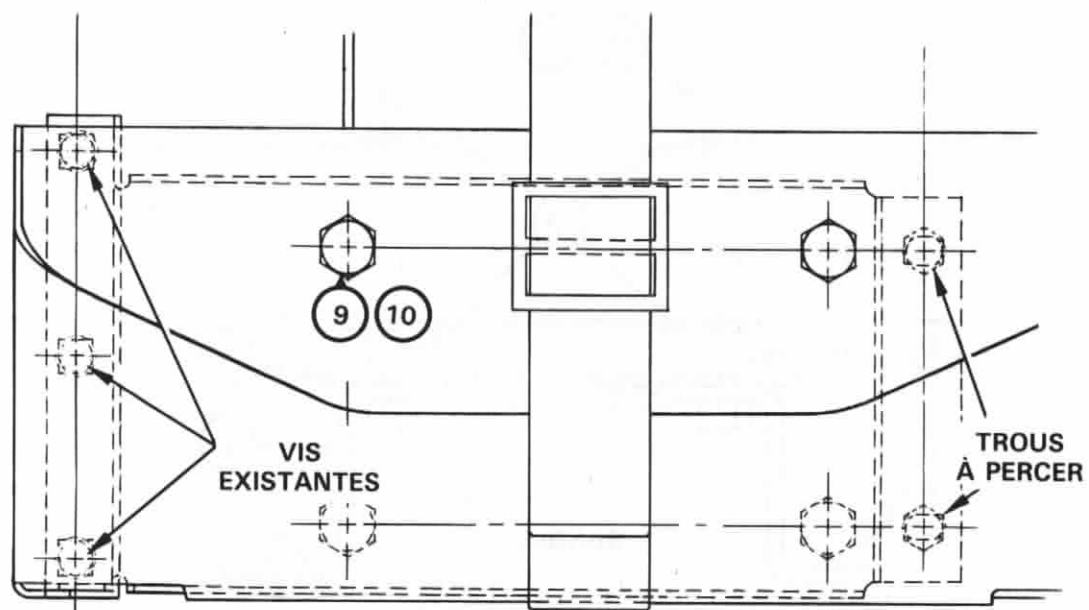

Figure 7 Installation de la cornière de bidon de carburant
- a. Voir figure 7. Enlever et jeter les trois vis existantes de 6 mm se trouvant à environ 9 mm à gauche du hayon.
- c. Voir figure 7. Au moyen d'un foret de 8 mm et en utilisant le support (1) comme gabarit, percer les deux trous opposés dans le hayon du véhicule.
- e. Voir figure 7. Fixer la cornière du bidon de carburant au support (1) et la fixer au moyen des vis (9) et des écrous indesserrables (10).